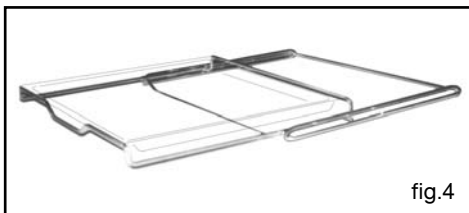

fig.4
• Plat sortant sur système coulissant *fig.4*